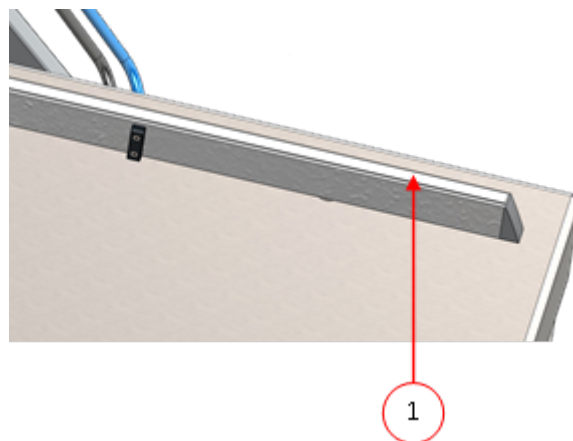

Figura 16: Sustitución de la goma de silicona de los soportes de silicona
1. Tire de la goma de silicona antigua para sacarla del soporte, consulte la *Figura 16: Sustitución de la goma de silicona de los soportes de silicona* en la página 59.